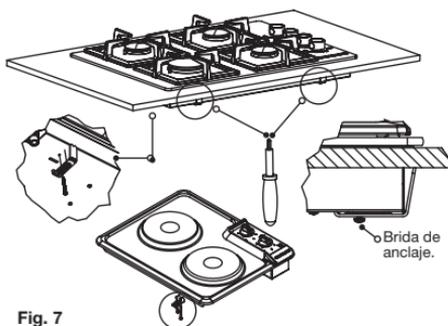

Fig. 7
**Nota:** el diseño de la brida puede variar, pero el principio es el mismo para todas las cocinas (ver fig. 7).